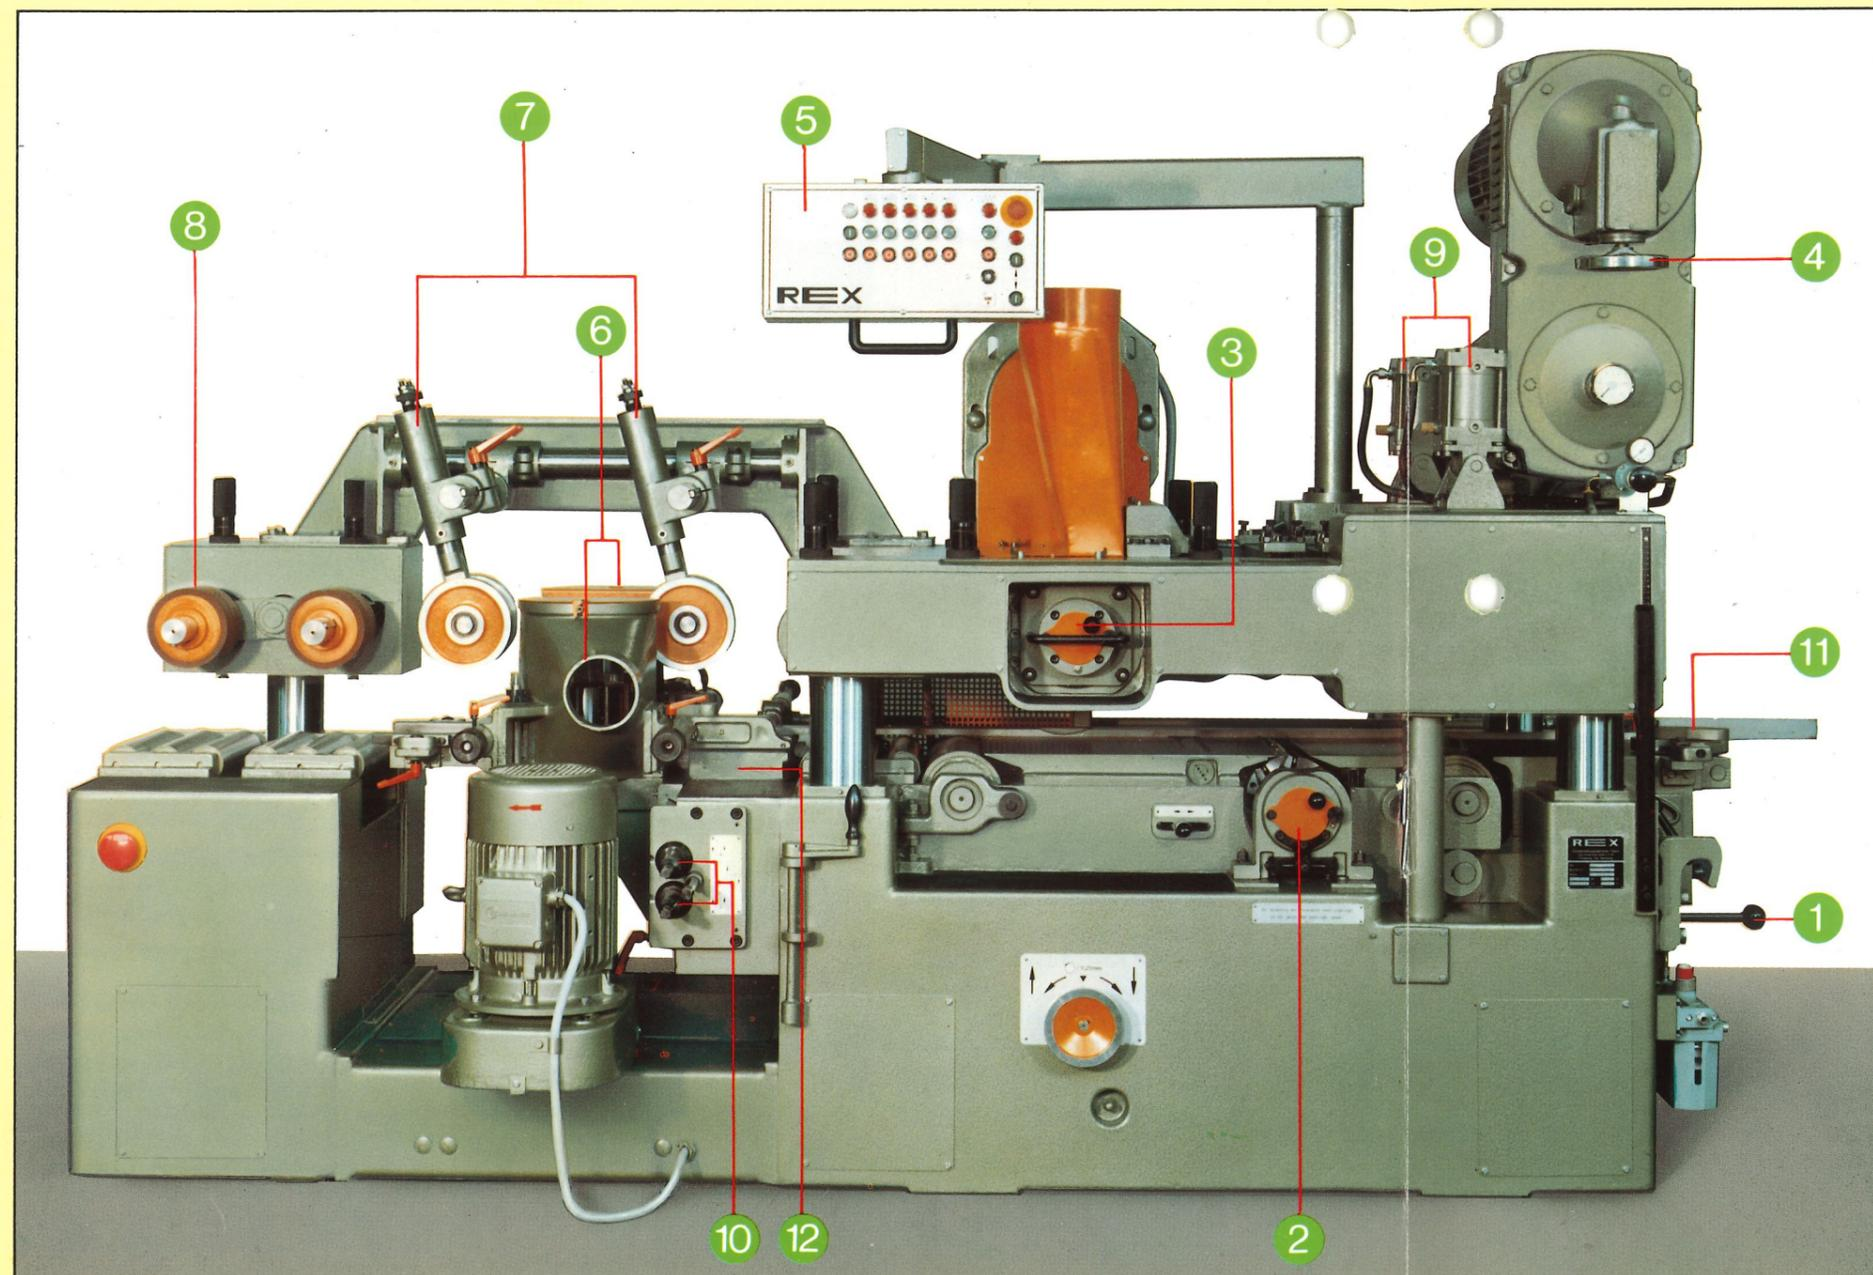
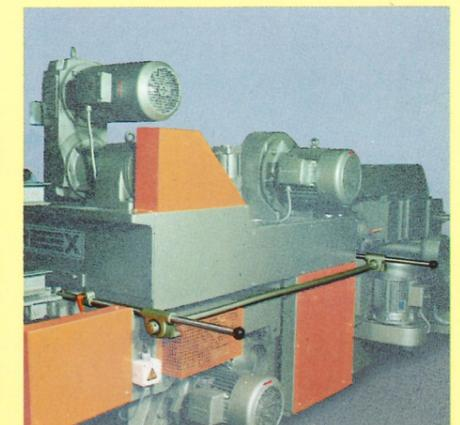

Abb. 12
Abb. 15
Abb. 15: Bei der seitlichen Verstellung der rechten Vertikalwelle (FR) wird der Anschlag in seiner **eingestellten Position mitgenommen**. Mittels eines Kupplungszapfens, Abb. 12, können **beide** Vertikalwellen (FR + FL) in der **eingestellten Position seitlich, parallel**, verstellt werden. **Durch diese Einrichtung** wird ein rasches und problemloses Verstellen ermöglicht, denn jetzt kann die **Arbeitsbreite** der Hobelmaschine bei der Bearbeitung vollkommen ausgenutzt werden. Die Stillstandzeiten für den Werkzeugwechsel werden auf ein Minimum herabgesetzt.